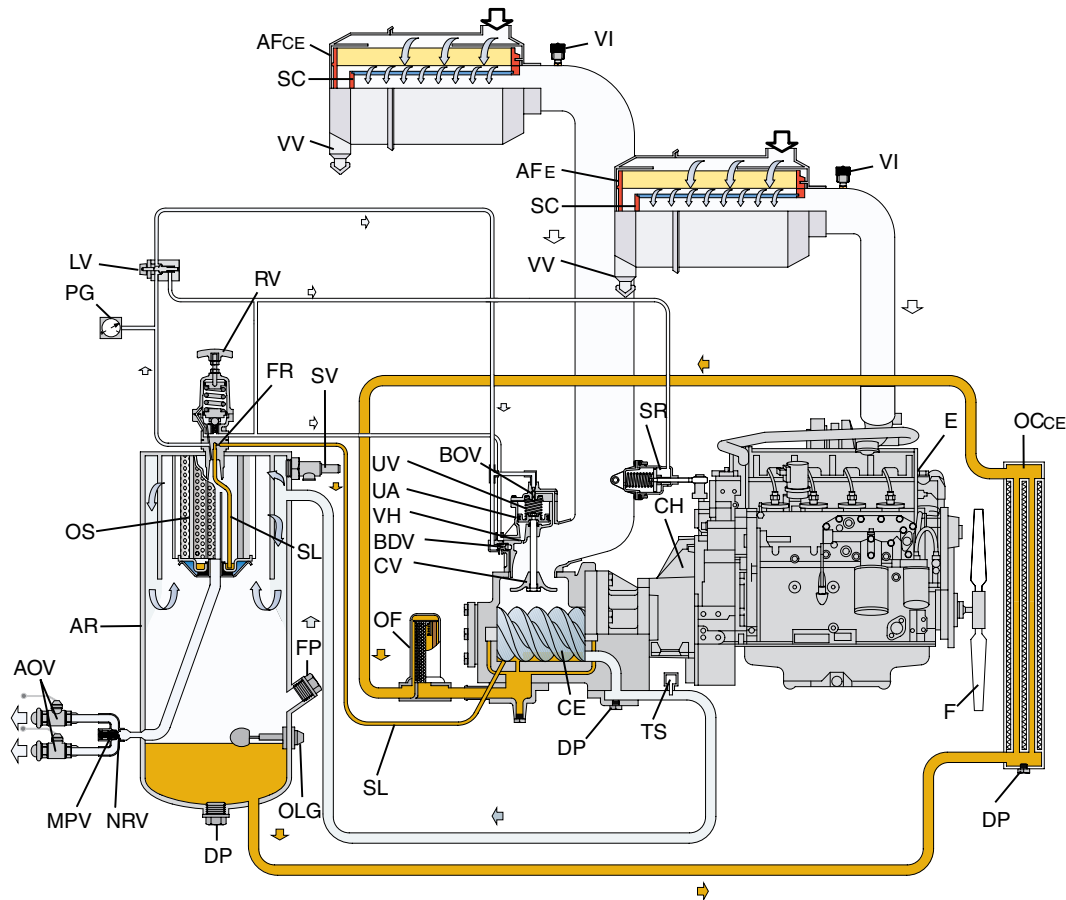

Fig. 2.3
2.5 LUFTFLÖDE (SE FIG. 2.3)
2.6 OLJESYSTEM (SE FIG. 2.3)
2.7 KONTINUERLIGT REGLERSYSTEM (SE FIG. 2.3)